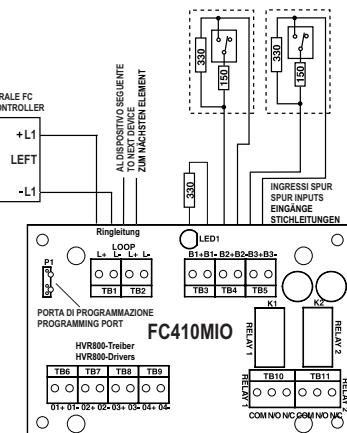
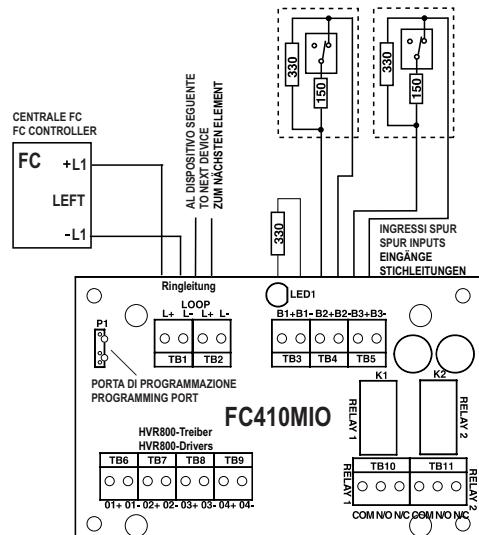

Fig. 3: Circuiti SPUR (Classe B), contatti Normalmente Aperti, Cortocircuito = Guasto
Fig.4: Circuiti SPUR (Classe B), contatti Normalmente Chiusi, Cortocircuito = Guasto
- 4 Vedere Fig. 3 e Fig. 4 per lo schema di collegamento.